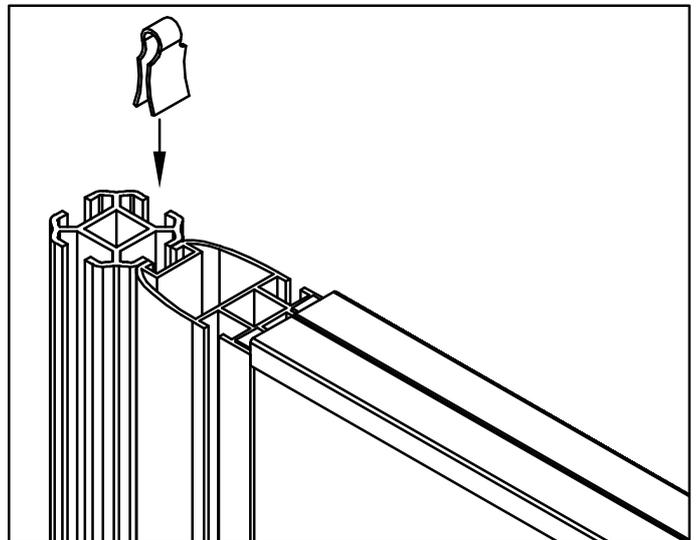

Рис.3
- 1.3. Соединить сверху стойку с модулем скобой пружинной (рис.3).